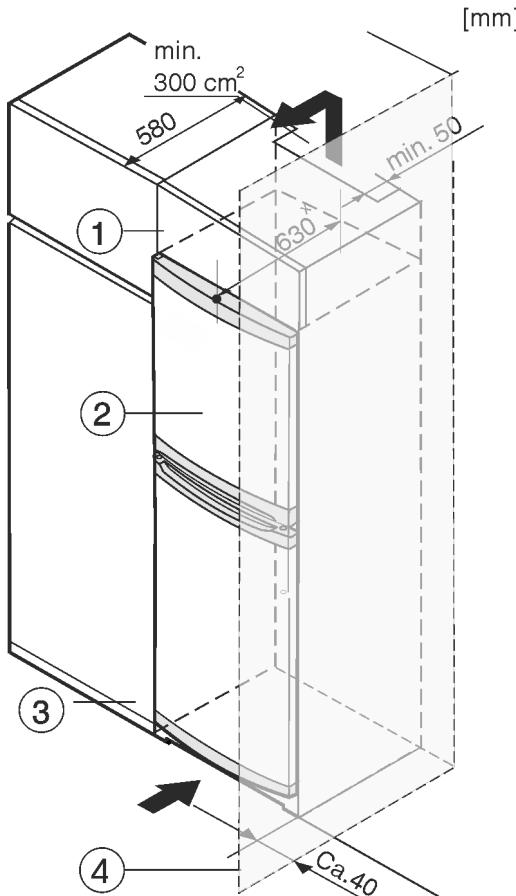

Fig. 8
Когато уредът се поставя с пантите до стена Fig. 8 (4), разстоянието между уреда и стената трябва да е поне 40 mm. Това отговаря на разстоянието, с което дръжките стърчат при отворена врата.
Уредът може да е обграден с кухненски шкафове. За да изравнят височината на уреда Fig. 8 (2) с височината на вградената кухня, над уреда може да се постави шкаф-пристройка Fig. 8 (1).
При обграждане с кухненски шкафове (дълбочина макс. 580 mm) уредът може да се постави непосредствено до кухненския шкаф Fig. 8 (3). Отстрани уредът е издаден на 34 mm \*, а в средата на уреда – на 50 mm \* спрямо челото на кухненския шкаф.